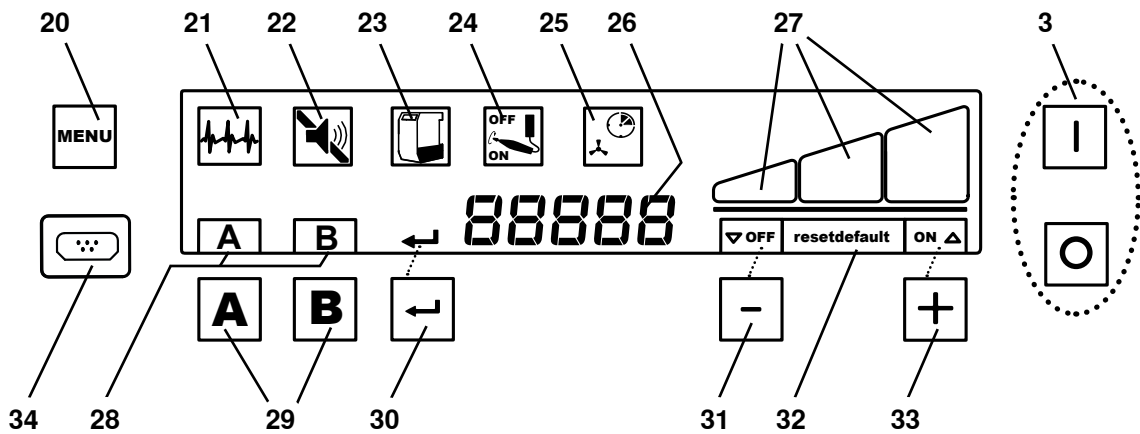

图 1
- 排气口(11, 图 1) 没有阻塞。
- 外置排气管 (A) (参阅第4.7章)。
- 在柜壁 (B) 开最少250 x 120毫米的通风口，位置要直接与排气口 (11, 图1) 相对。
- 拆下机柜的背面 (C)，从机柜背面到墙壁距离至少要有50毫米。
- ⇒ 展开电线 (9, 图1)，将插头插入电源插座。
- ⇒ 从提供的连接套装 (14, 图 1) 中选取合适的管端接头，并将其连接到管的末端。